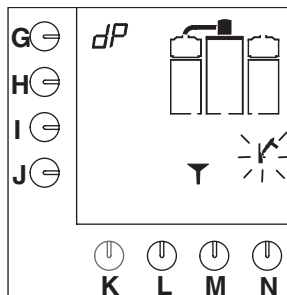

Fig. 19 Kaffetraktesystemet etterlyser rensesmiddel
- Et signal høres, hammersymbolet blinker og det vises en trakt på displayet (fig.19).